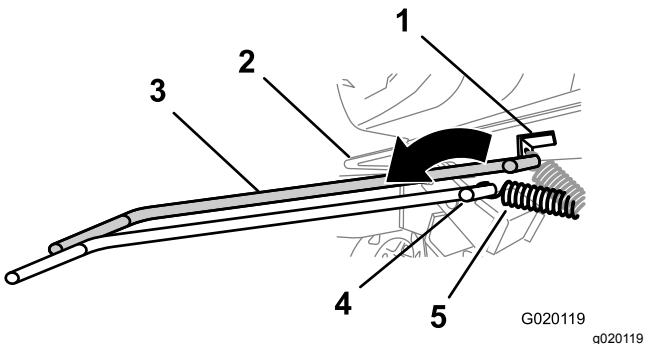

Figura 47
7. Usando una herramienta para la retirada de muelles (Pieza Toro N° 92-5771), retire el muelle del anclaje de la chapa del motor (Figura 47).
7. Usando una herramienta para la retirada de muelles (Pieza Toro N° 92-5771), instale el muelle tensor en el anclaje de la chapa del motor (Figura 47).